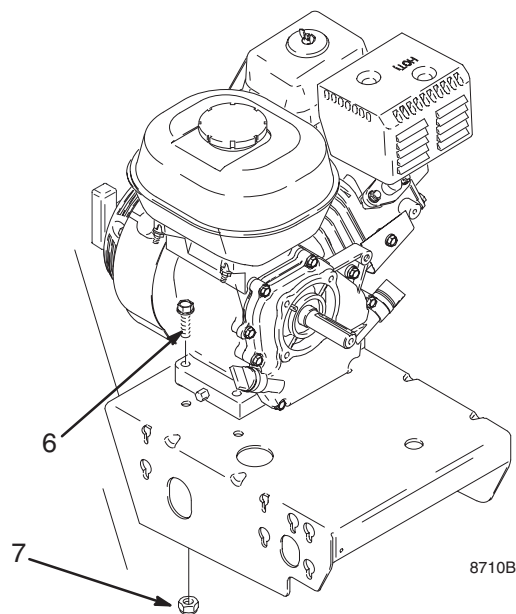

Fig. 15
3. Fig. 15. Saque las dos contratuercas (7) y los tornillos (6) de la base del motor.
2. Fig. 15. Instale los dos tornillos (6) en la base del motor y sujételo con las dos contratuercas (7). Apriete a un par de 22,6 N.m.